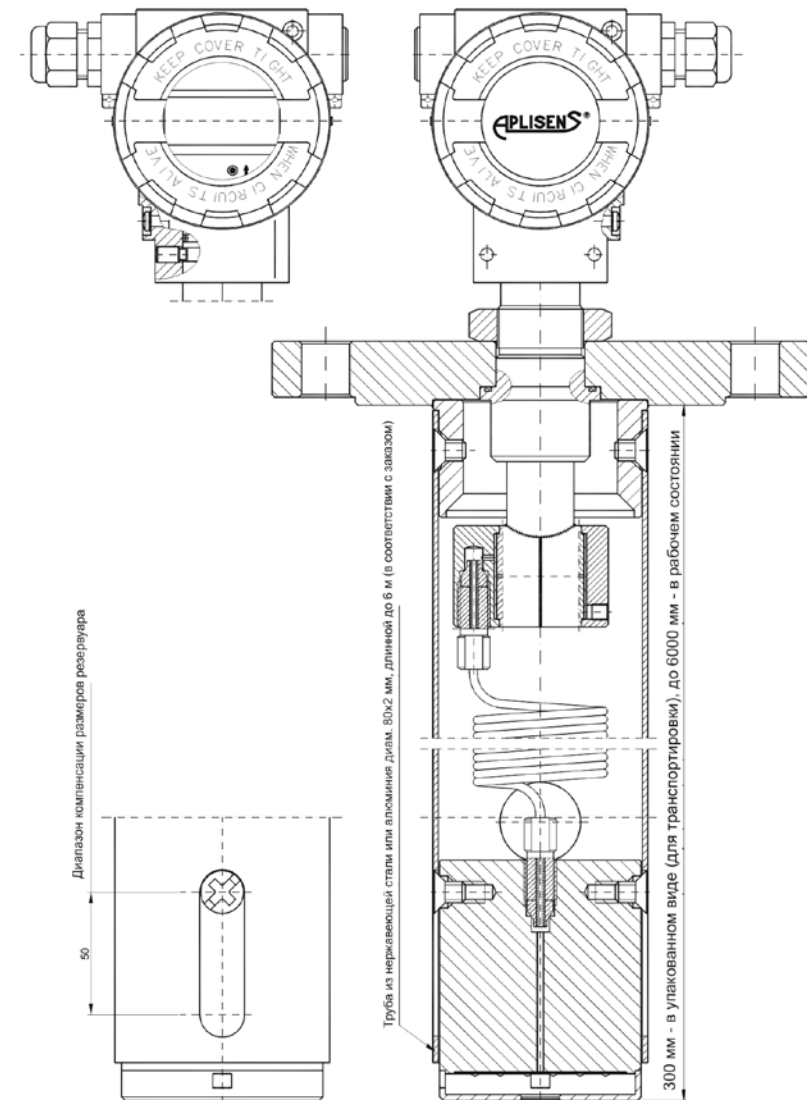

Рисунок 9 – Преобразователь APR-2000Y/ALW
4.8 Преобразователи APR-2000Y/ALW оснащены разделителем, крепящемся на трубе  $\varnothing 80 \times 2$  и фланцем для установки на резервуаре (рисунок 9). Присоединительные размеры фланца преобразователя - по ГОСТ 12815-80.